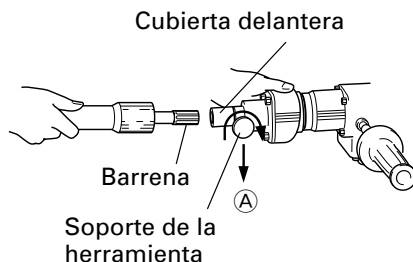

Fig. 3
- (1) Limpie y engrase la espiga con la grasa proporcionada.
- (2) Deslice el soporte de la herramienta en la dirección de la flecha A y gírela 180°. Gire la ranura de la barrena hacia abajo e introdúzcala completamente en el orificio hexagonal de la cubierta frontal. (Fig. 3)
- (3) Gire el soporte de la herramienta y alinee la marca de la cubierta frontal con la marca del soporte de la herramienta para fijarlo.